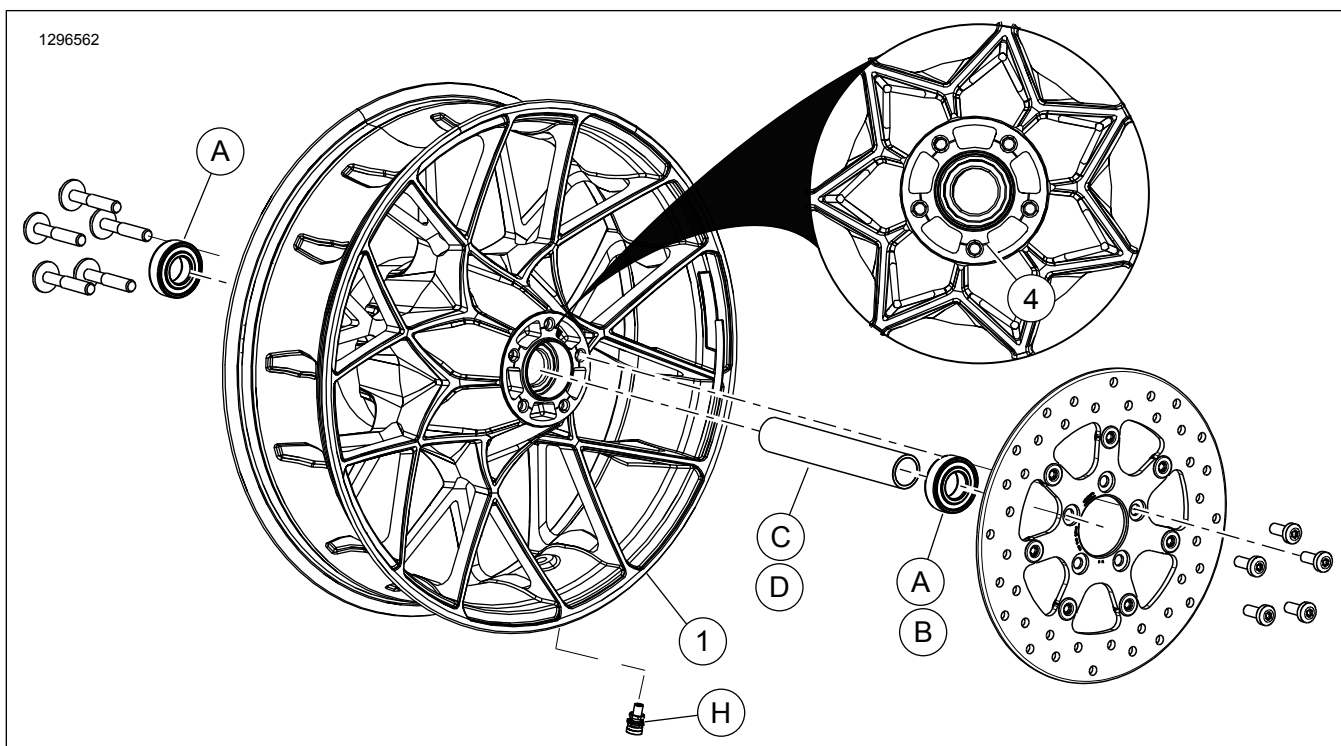

Figure 1. Mga Pamalit na Piyesa: Gulong ng Turbine sa Likuran
Pasadyang gulong lamang ang kasama sa mga kit na ito. Tingnan ang Figure 1 at Talahanayan 2 .
2. Tingnan ang Figure 1 . Ikabit ang valve stem assembly (H) sa gulong. Tingnan ang manwal ng serbisyo.